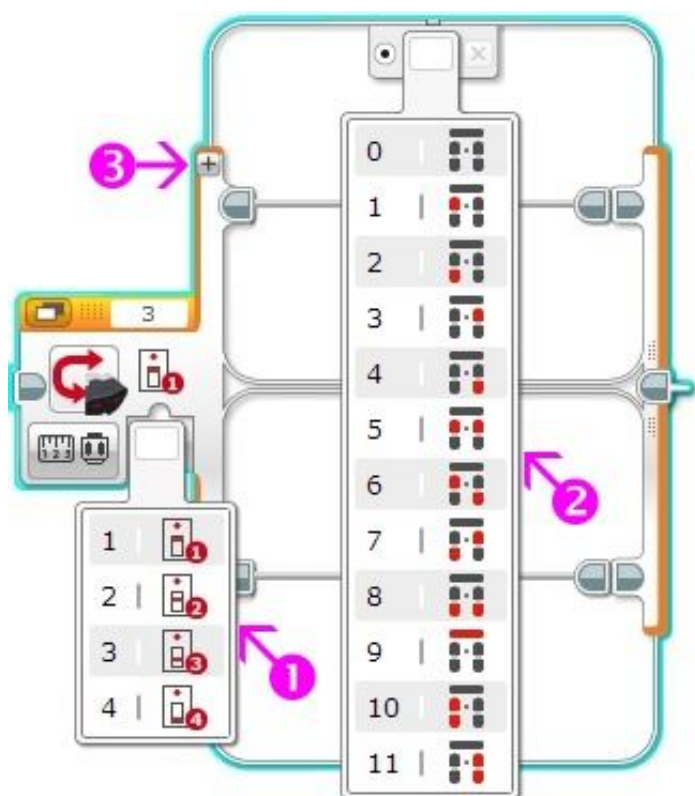

Рис. 7
Для активации связи между инфракрасным датчиком и маяком необходимо установить правильное значение параметра **"Канал"** (Рис. 7 поз. 1) в соответствии с выбранным каналом на маяке! Каждому программному контейнеру блока **"Переключатель"** необходимо сопоставить один из возможных вариантов нажатия серых клавиш (Рис. 7 поз. 2). Заметьте: некоторые варианты включают одновременное нажатие двух клавиш (нажатые клавиши помечены красным цветом). Всего в программном блоке **"Переключатель"** в этом режиме можно обрабатывать до 12 различающихся условий (одно из условий должно быть выбрано условием по умолчанию). Добавляются программные контейнеры в блок **"Переключатель"** нажатием на **"+"** (Рис. 7 поз.3).
- Нажатие верхней левой кнопки включает вращение левого мотора, робот поворачивает вправо (**Рис. 7 поз. 2 значение: 1**)
- Нажатие верхней правой кнопки включает вращение правого мотора, робот поворачивает влево (**Рис. 7 поз. 2 значение: 3**)
- Одновременное нажатие верхних левой и правой кнопок включает одновременное вращение вперед левого и правого мотора, робот движется вперед прямолинейно (**Рис. 7 поз. 2 значение: 5**)
- Одновременное нажатие нижних левой и правой кнопок включает одновременное вращение назад левого и правого мотора, робот движется назад прямолинейно (**Рис. 7 поз. 2 значение: 8**)
- Если не нажата ни одна кнопка маяка - робот останавливается (**Рис. 7 поз. 2 значение: 0**).
При разработке алгоритма дистанционного управления вы должны знать следующее: когда нажата одна из комбинаций серых кнопок - инфракрасный маяк непрерывно посылает соответствующий сигнал, если кнопки отпущены, то отправка сигнала прекращается. Исключение составляет отдельная горизонтальная серая кнопка (**Рис. 7 поз 2 значение: 9**). Эта кнопка имеет два состояния: "**ВКЛ**" - "**ВЫКЛ**". Во включенном состоянии маяк продолжает посылать сигнал, даже если вы отпустите кнопку (о чём сигнализирует загорающийся зеленый светодиод), чтобы выключить отpravку сигнала в этом режиме - нажмите горизонтальную серую кнопку еще раз.
1. Вариантом по умолчанию назначим вариант, когда не нажата ни одна кнопка (**Рис. 7 поз. 2 значение: 0**). Установим в контейнер программный блок "**Независимое управление моторами**", выключающий моторы "**В**" и "**С**".
2. В контейнер варианта нажатия верхней левой кнопки (**Рис. 7 поз. 2 значение: 1**) установим программный блок "**Большой мотор**", включающий мотор "**В**".
3. В контейнер варианта нажатия верхней правой кнопки (**Рис. 7 поз. 2 значение: 3**) установим программный блок "**Большой мотор**", включающий мотор "**С**".
4. В контейнер варианта одновременного нажатия верхних левой и правой кнопок (**Рис. 7 поз. 2 значение: 5**) установим программный блок "**Независимое управление моторами**", включающий вращение моторов "**В**" и "**С**" вперед.
5. В контейнер варианта одновременного нажатия нижних левой и правой кнопок (**Рис. 7 поз. 2 значение: 8**) установим программный блок "**Независимое управление моторами**", включающий вращение моторов "**В**" и "**С**" назад.